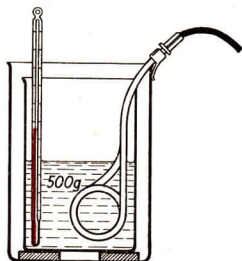

Abb. 43/1. Erwärmen einer bestimmten Wassermenge
a) In einem Becherglas werden 500 g Wasser mit einem Tauchsieder erwärmt (Abb. 43/1). Um das Glas gegen Wärmeableitung zu schützen, wird es in ein noch größeres Becherglas gestellt, auf dessen Boden einige Korkscheiben zur Wärmeisolation liegen. Nach dem Einschalten des